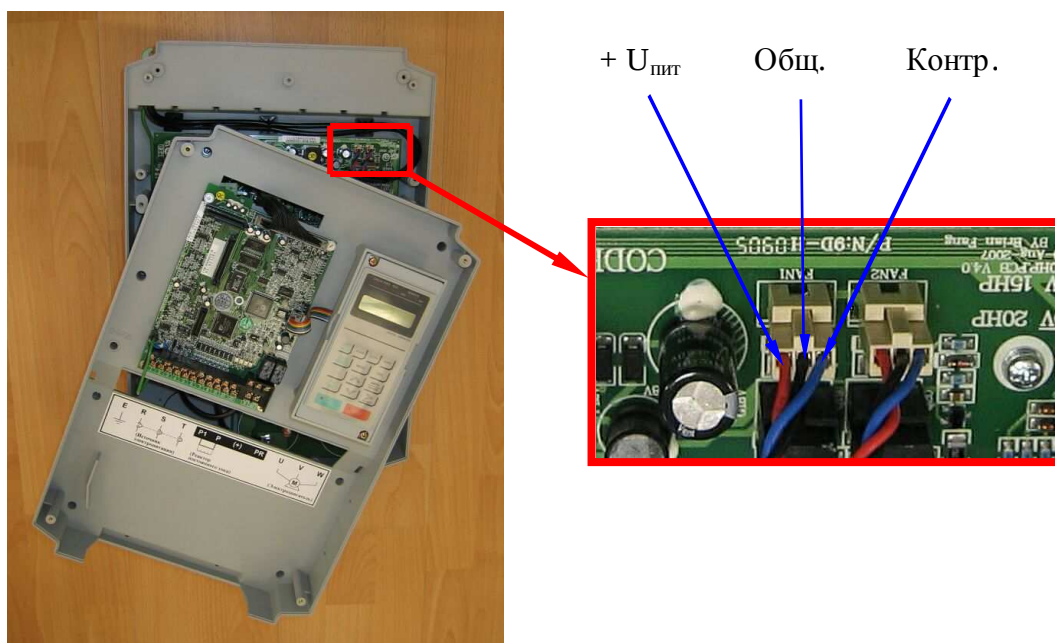

Рис. 4.10. Диагностика вентиляторов.
4.8.1. Соединить плату драйверов с платой ЦП при помощи шлейфа ЦП (п. 8 в табл. 4.1). Взаимное расположение элементов должно гарантировать невозможность их случайного соприкосновения (см. рис.4.10).
4.9.3. Отсоединить разъем вентилятора от платы драйверов и проверить его вращение, подав напряжение ≈ 24 В от источника питания (п.3.4.2) между контактами +Uпит и Общ (рис.4.10). При отсутствии вращения – вентилятор заменить (п. 5.5).
- 4.9.5. В случае появления сообщения об ошибке «ОН2» поочередно измерить напряжение на разъёмах FAN 1 и FAN 2 между выводами Общ. и Контр. (см. рис. 4.10). У исправного вентилятора напряжение при работе должно составлять менее 1 В. Если напряжение составляет 13...18 В - вентилятор неисправен.